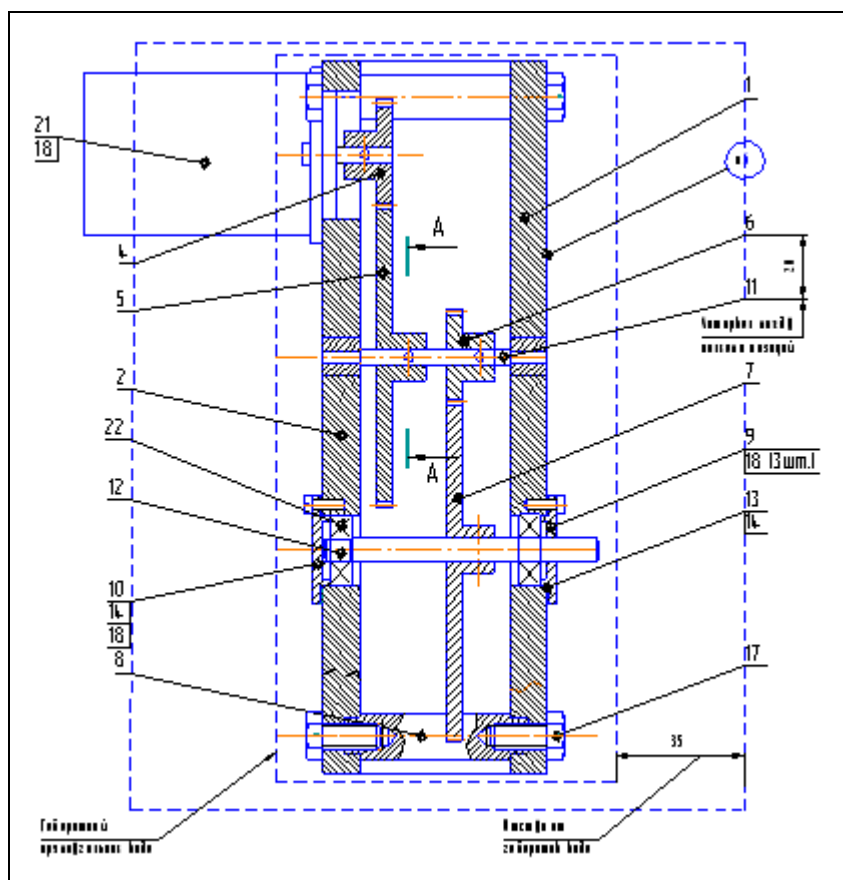

Рис. 10.7. Расстановка позиций на чертеже Редуктор
Смысл этих величин поясняет рис. 10.7;
- ◆ после задания параметров нажмите кнопку **Создать объект**. Запустится процесс автоматической простановки позиций, и через некоторое время позиции будут расставлены (рис. 10.7). Корректировка линий-выносок производится обычным образом.